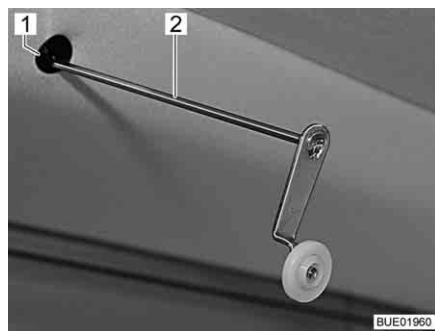

Bild 125 Kurbel für Notbetrieb
- Beiliegende Kurbel (Bild 125,2) oder Innensechskantschlüssel in die Aufnahme (Bild 125,1) am Motor stecken. Die Aufnahme befindet sich im Ausschnitt der Blende oben links am Hubbett.